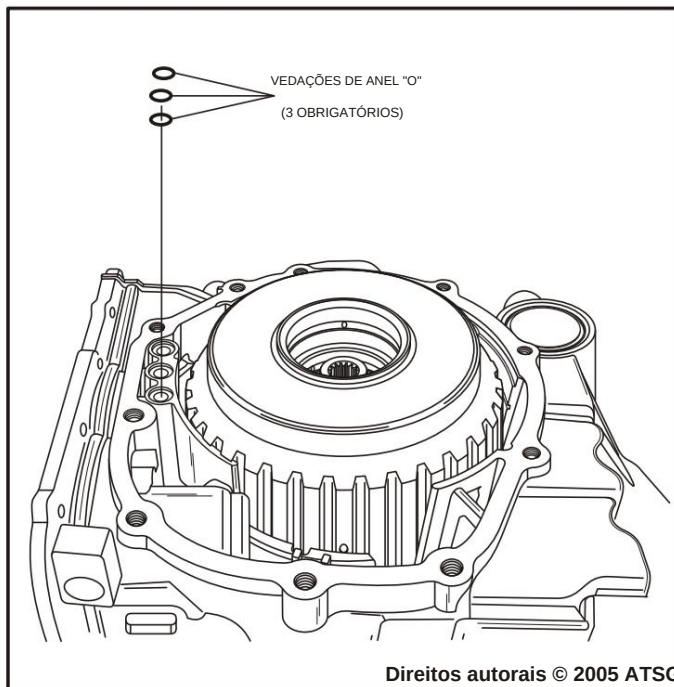

Figura 189
75. Instale os 3 anéis de vedação "O" nos bolsos da caixa, conforme mostrado na Figura 189, e retenha com uma pequena quantidade de Trans-Jel®.